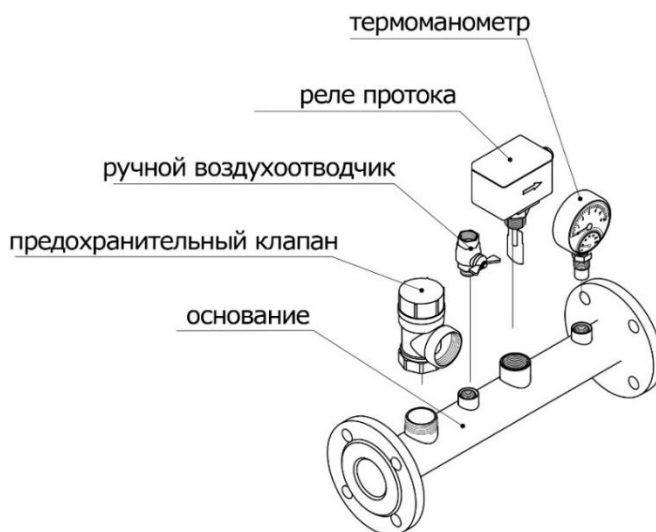

Рис. 4
6.5. Реле протока монтируется на основании группы безопасности (см. рис. 4) так, чтобы направление потока совпадало с направлением стрелки на корпусе. Перед монтажом на рычаг реле протока необходимо установить подходящий по размеру лепесток из комплекта поставки. Лепесток реле протока при перемещении не должен касаться стенок трубы и при этом быть максимально возможным по размеру (допускается корректировать размер лепестка, отрезая ножницами лишние участки лепестка). Нормально разомкнутые зажимы переключателя реле протока необходимо к соответствующему кабелю водонагревателя (кабель реле протока при транспортировке электродкотла закреплён хомутом на выходном патрубке).